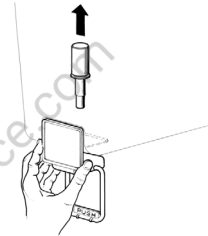

figura 3
**6 Grifo en acero inox por gravedad:** Sacar el pison y desmontar la palanca mando grifo (ver figura 3).